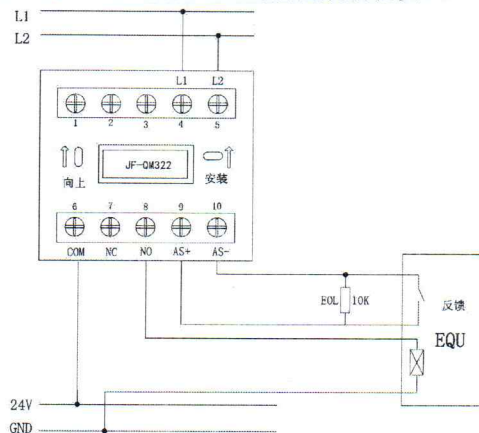

图3 : 无源输出
- NO (端子 8)、COM (端子 6): 接被控设备 (无源触点)。执行器启动后 NO (端子 8) 和 COM (端子 6) 切换为闭合状态, 见图 3。